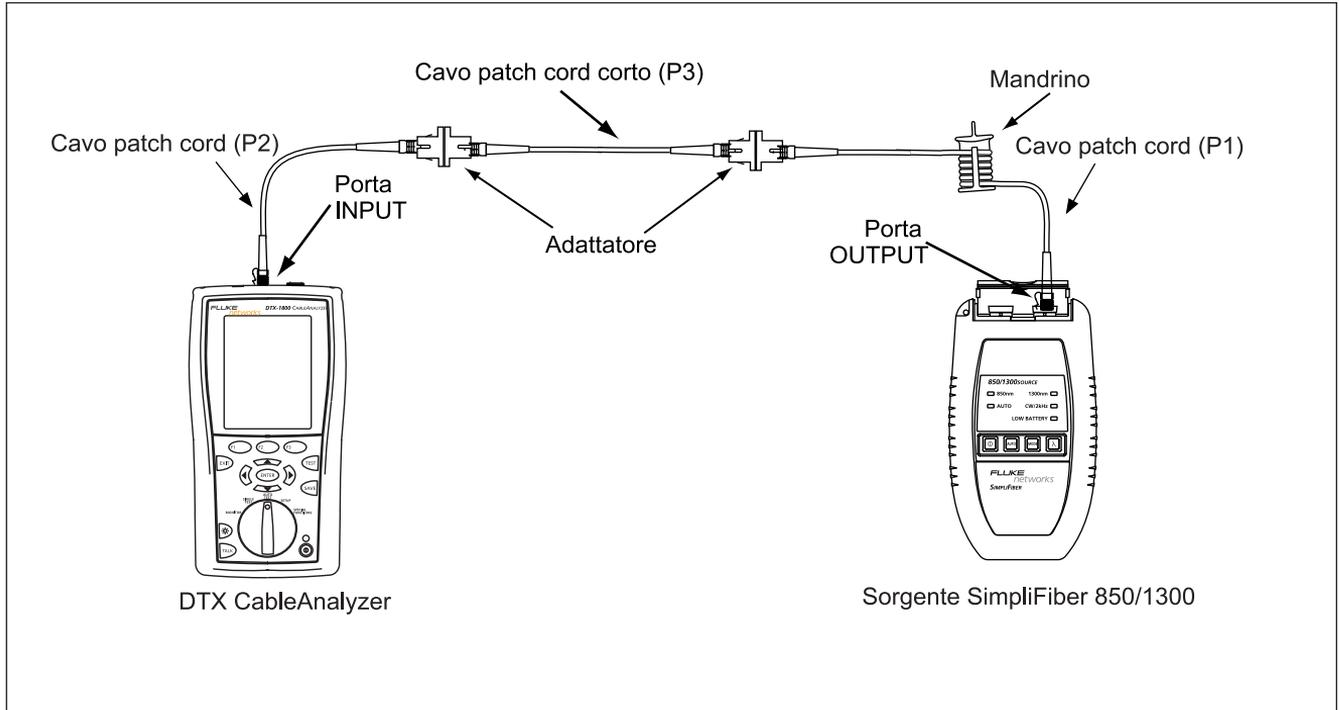

Figura 13. Collegamento del cavo patch cord (P3) per il test
4. Scollegare i due cavi patch cord di riferimento (P1 e P2) e collegare un cavo patch cord corto (P3) tra di essi, come illustrato nella Figura 13.